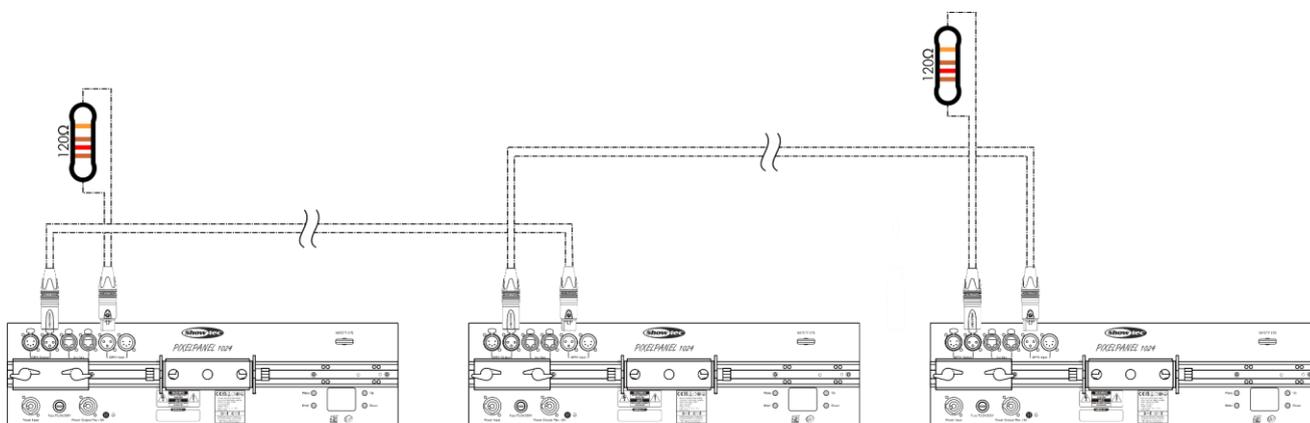

Fig. 06
- 02) Repita el paso 1 para todos los dispositivos como se indica en la Fig. 06.